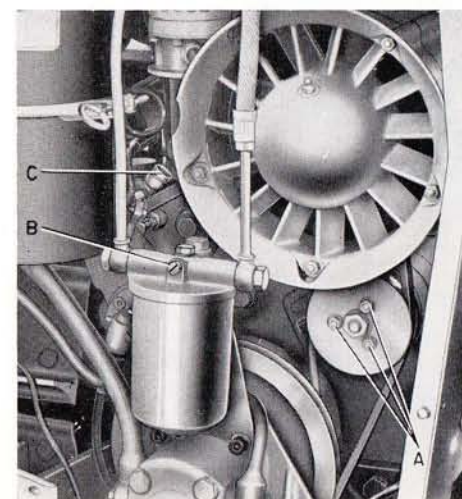

Fig. 19
- 3) Expulser les bulles éventuelles d'air présentes dans les tubulures du combustible dévissant la vis d'écoulement B (fig. 19) sur la pompe d'injection. Mettre en fonction la pompe électrique d'alimentation, au moyen de l'introduction de la clé de contact, dans le commutateur, la laisser fonctionner jusqu'à ce que le combustible sorte des trous B et C sans aucune bulle d'air. A opération terminée, revisser les vis susdites.
La tension de la courroie doit être telle que dans la partie comprise entre la poulie de la dynamo et l'arbre moteur le fléchissement que l'on a en appuyant le pouce sur la courroie, ne soit pas supérieur à 1/1,5 cm. Pour le réglage, dévisser les trois écrous A (fig. 19 page 23) enlever la demie-poulie et les épaisseurs intérieures et les mettre à l'extérieur sous les écrous.